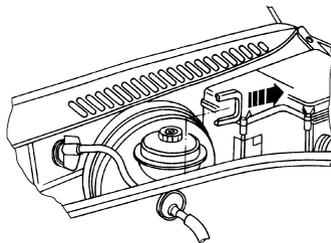

图 1-25 拨下节气门拉索支架上的安全件
- 8) 按图 1-25 箭头拨下节气门拉索支架上的安全件。该安全件在压力舱内的车身前板后部。